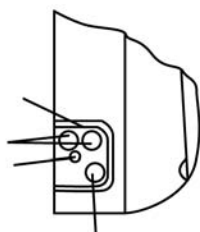

Fig. 5
2. Isolare i cavi e le tubature ed introdurlo nel foro come mostra la fig.5.